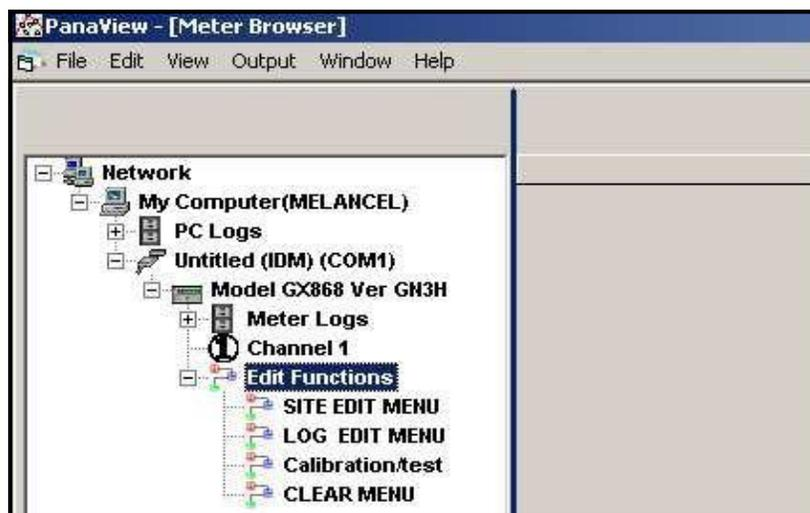

Figura 36: Árvore do medidor com a opção *Edit Functions*.
4. Na árvore do medidor, expanda a opção *Edit Functions*. A janela agora aparece similar à Figura 36 a seguir, com uma lista de menus disponíveis. Os menus listados são aqueles disponíveis no medidor.